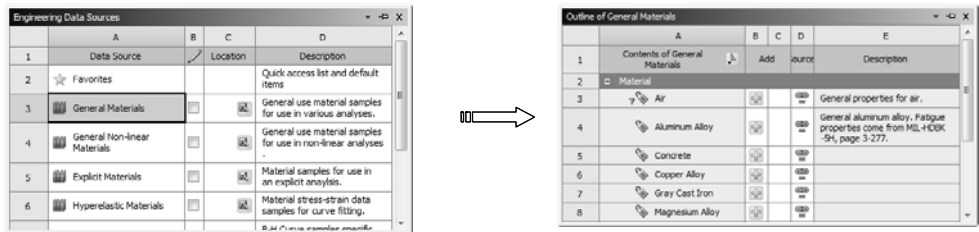

图 8-23 选择 General Materials 材料
3) 在【Engineering Data Sources (工程数据源)】窗口中选中 A3 栏中的【General Materials (通用材料)】项，出现【Outline of General Materials (通用材料列表)】窗口，如图 8-23 所示。